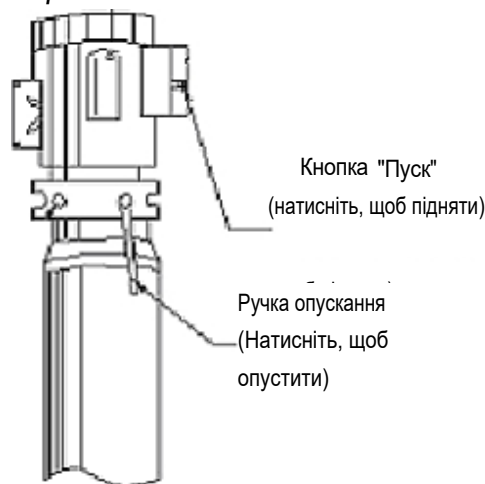

Рисунок 4
- Натисніть кнопку ВГОРУ на електричному блоці управління (рис.4), повільно підніміть транспортний засіб, щоб забезпечити баланс, а потім підніміть підйомач на необхідну висоту.
- Потягніть за ручку запобіжника, потім натисніть на ручку опускання (рис.4), каретка опуститься